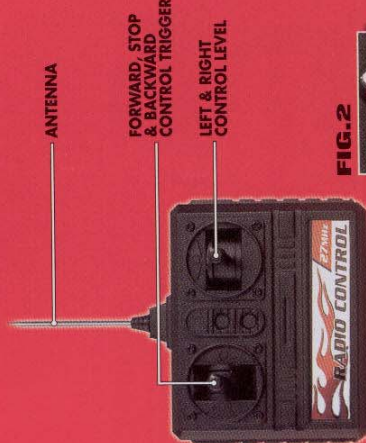

FIG. 2
- 2** INSTALL ONE 9-VOLT BATTERY, AS SHOWN IN (**FIG. 2**).